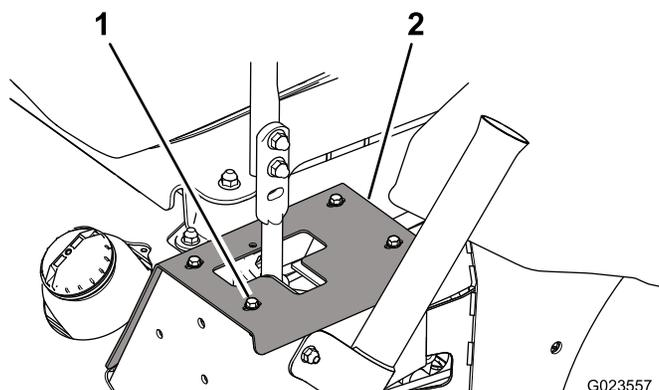

Bild 63
1. Nehmen Sie die Schrauben ab, mit denen die Anschlagplatten am Rahmen befestigt sind, um an die Befestigungsschrauben für den Stoßdämpfer zu gelangen (Bild 63).